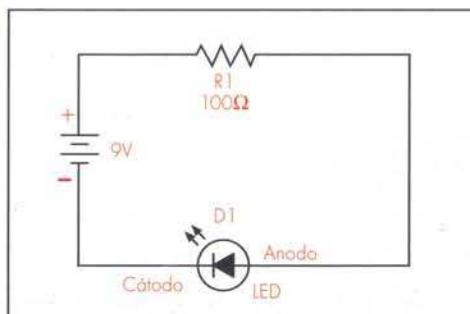

Figura 1. Diagrama esquemático
- Construya en el protoboard el circuito que se muestra en el diagrama esquemático de la figura 1, ayudándose con el diagrama pictórico. La resistencia R1 debe ser de 100 ohmios (marrón, negro, marrón). Observe el brillo del LED.